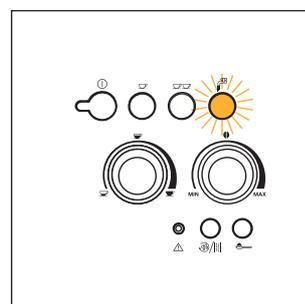

Fig.22
- Sitúe un recipiente vacío bajo el emulsionador (fig. 3). Gire el mando vapor media vuelta en el sentido contrario de las agujas del reloj hasta el tope (el piloto  se enciende parpadeando fig. 22). Deje salir durante unos segundos el agua mezclada con vapor hasta que salga únicamente vapor.